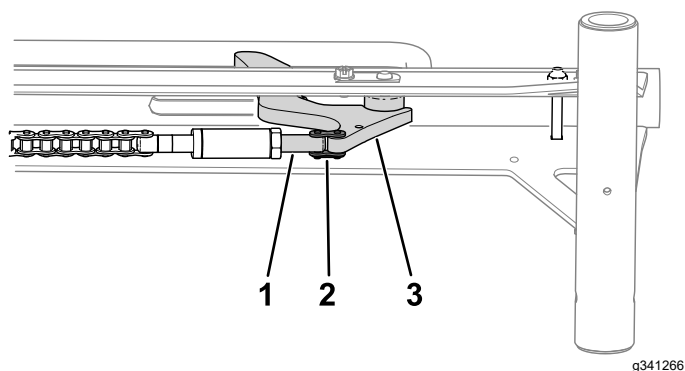

**Figura 3**
3. Utilizzate un tirante a catena per montare la catena al tenditore della catena (Figura 3).
4. Montate l'albero esagonale al tenditore della catena (Figura 3).
5. Utilizzate un controdado per montare il tenditore del tirante a catena all'albero esagonale (Figura 3).